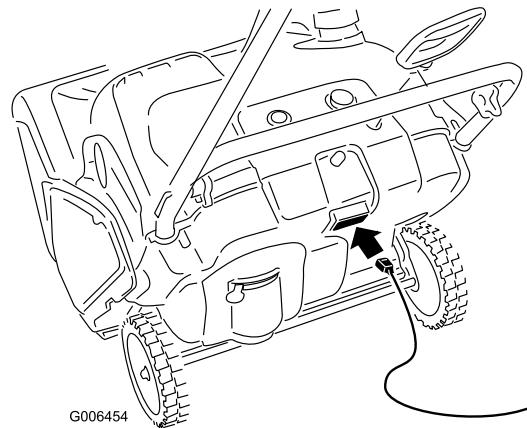
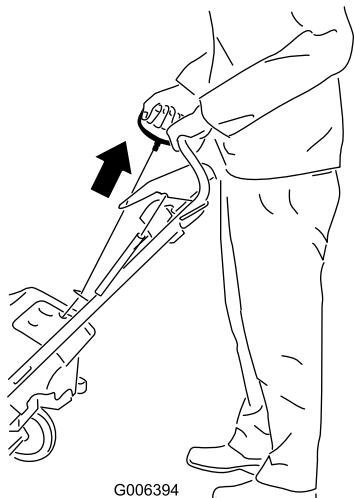

Figure 13
Figure 14
4. Raccordez la rallonge au secteur et à la déneigeuse, puis appuyez sur le bouton du démarreur électrique (modèle 38584 uniquement) (Figure 13), ou tirez la poignée du lanceur (Figure 14).